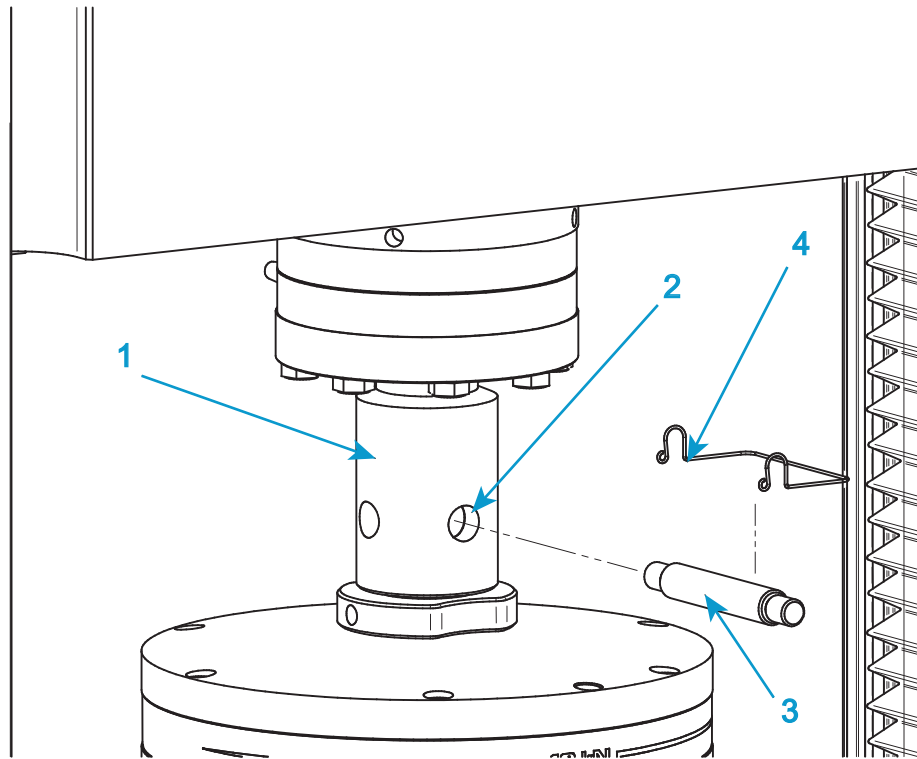

Figura 28. Installazione tipica della presa
Consultare la Figura 28 a pagina 103 quando si segue questa procedura.
1. Per il morsetto superiore, inserire l'adattatore sul morsetto nella presa a forcella femmina (1 in Figura 28) sull'adattatore della cella di carico.
2. Allineare i fori della forcella (2 in Figura 28) e infilare il perno a testa (3 in Figura 28) piana attraverso i fori.
3. Fermare in posizione il perno a testa piana, con l'apposito fermaglio (4 in Figura 28).